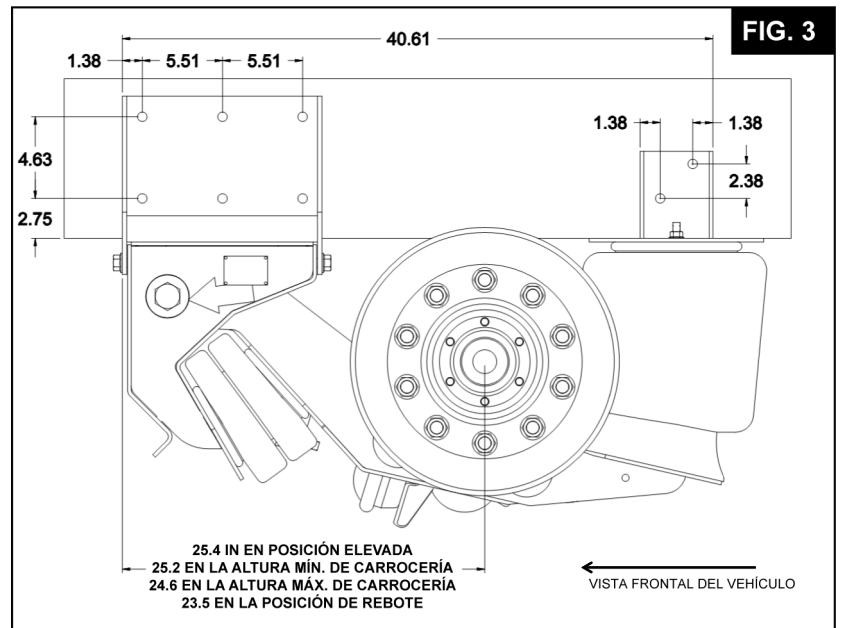

FIG. 3
9.3 Una vez que los soportes del bastidor estén bien ajustados a la superficie externa y la inferior del bastidor del camión, revise todos los problemas de espacio libre y luego pase el granete en todos los agujeros para el montaje. (Vea en la **Fig. 3** la ubicación recomendada para los agujeros de montaje. La dimensión vertical entre los agujeros de montaje debe ser de 5.63 para los soportes estándar y de 3.00 para las versiones de soporte de bastidor corto o camiones roll-off).